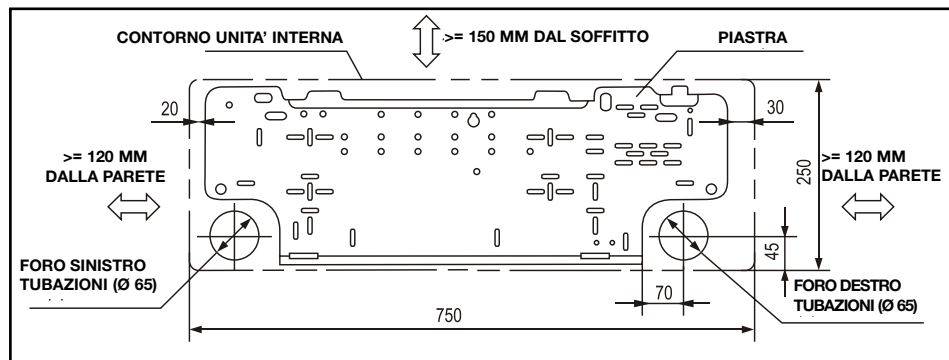
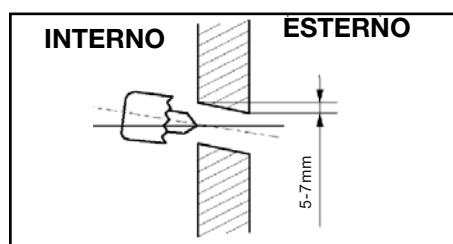

fig.1b
fig.2
4. Praticare nella parete i fori di passaggio delle tubazioni e dei collegamenti elettrici (diam. 65 mm). (Fig. 1b) Il foro destinato ad accogliere la tubazione di scarico deve essere inclinato verso l'esterno, con la sezione di uscita posta ad una quota inferiore di 5-10 mm rispetto a quella di ingresso, per favorire il deflusso della condensa (fig. 2).